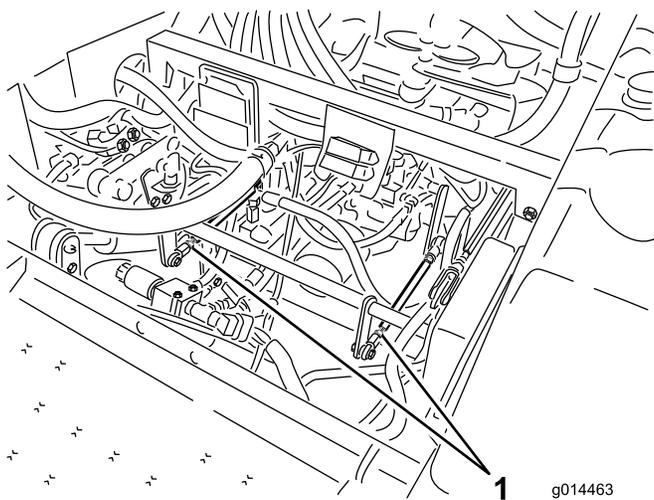

Figura 39
- Se o pneu traseiro esquerdo estiver a rodar, desaperte as porcas de bloqueio na barra de controlo da transmissão do lado esquerdo (Figura 39).